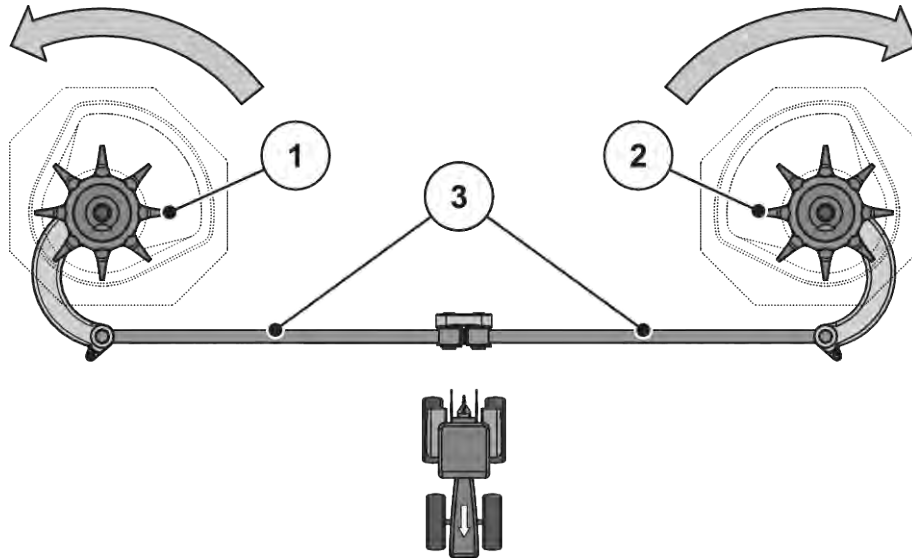

Fig. 55: Verificarea acționării agitatorului
- Rotiți cu mâna capul de amestecare **în sensul de rotație al discului aruncător**. A se vedea Fig. 55 Verificarea acționării agitatorului.
- Rotiți energic capul de amestecare cu mâna sau cu ajutorul unei benzi de filtru de ulei **în sensul contrar sensului de rotație al discului aruncător**. A se vedea Fig. 55 Verificarea acționării agitatorului